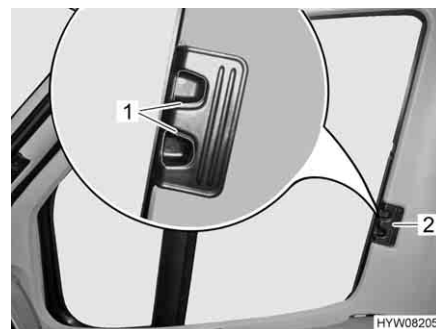

Fig. 32 Tendina oscurante pieghevole per il finestrino del conducente/passeggero
- Inserire fino all'arresto le tendine oscuranti pieghevoli per il finestrino del guidatore e del passeggero per la maniglia (Fig. 32,2).
- Fare innestare le maniglie di sbloccaggio (Fig. 32,1).